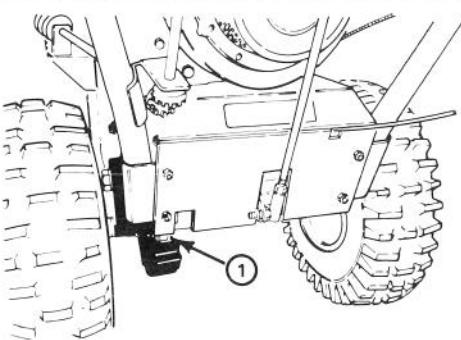

Abbildung 18
1. Die Antriebskette einmal jährlich mit Kettenölschmierstoff schmieren (Abb. 18), Überschüssiges Öl aufwischen.